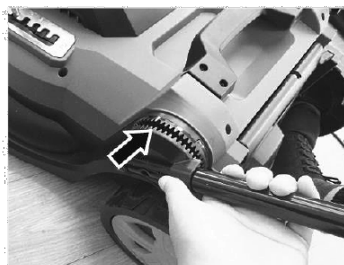

Рисунок 3
3.2 Газонокосарка поставляється в частково розібраному вигляді (рисунок 3). Рукоятку управління і контейнер для трави необхідно зібрати перед використанням газонокосарки. Дивіться покрокові інструкції та використовуйте малюнки (фотографії) в якості візуального керівництва по монтажу обладнання.